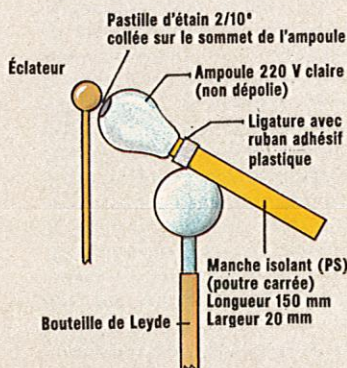

Figure 30. Décharge et lueurs dans l'azote raréfié.
- Décharge dans les gaz rares ; notre dernière expérience (**figure 30**) va mettre également en évidence l'ionisation d'un gaz, celui contenu dans une ampoule électrique. Nous la choisirons en verre clair faute de quoi le phénomène ne serait pas visible. Notons qu'une ampoule grillée conviendra aussi bien qu'une neuve.
On la munira d'un manche fabriqué avec quatre rectangles de polystyrène assemblés en forme de poutre à section carrée. Une ligature effectuée avec un ruban adhésif plastique le fixera à la douille. Un petit disque d'étain sera collé à la partie supérieure de l'ampoule et, la machine étant en fonctionnement, on la présentera comme indiqué **figure 30**.